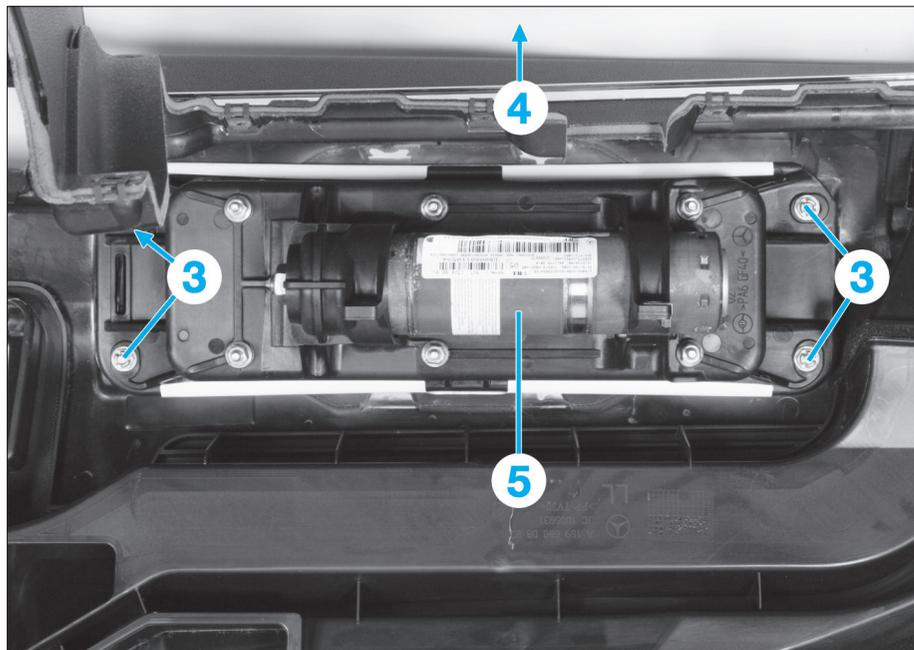

FIG. 6
- Déposer les vis (2).
- Déposer les écrous (3) (**Fig.6**).